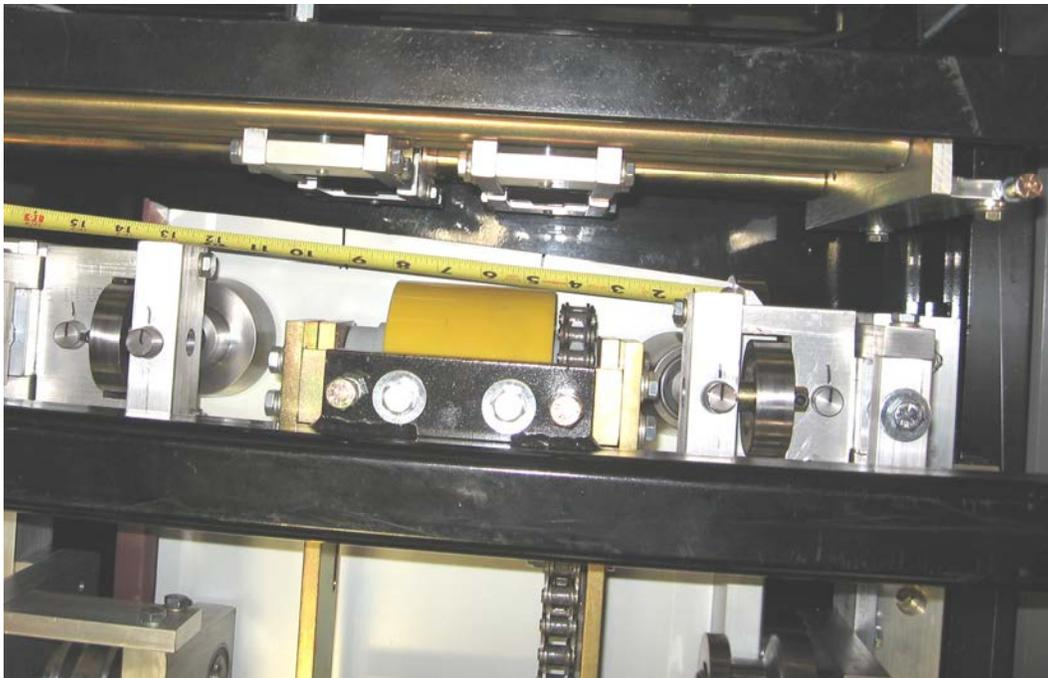

Ilustración 58: Espaciando los Bead Rollers
16. Si requiere cordones en el panel, determine el espacio necesario, por ejemplo: un panel de 12" de ancho con 2 cordones en el centro del panel va a darle 3 espacios iguales o $12'' \text{ dividido entre } 3 \text{ es igual a } 4''$ desde el centro al centro de cada cordón. Con una cinta métrica, mida desde la parte externa de la esquina de la pierna hembra. Use un marcador o lápiz de grasa para marcar los espacios 4" y 8". Ahora tiene 3 espacios iguales (Ilustración 58)